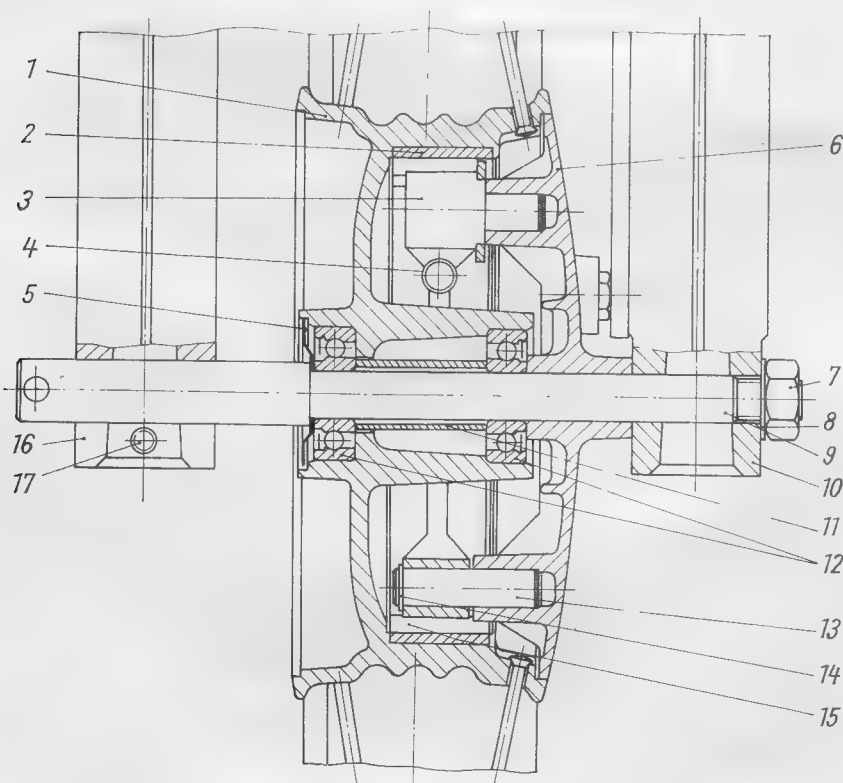

Bild 40. Vorderradnabe (Schnittzeichnung)
Die Ankerbolzen (13) haben Festsitz im Bremsgegenhalter. Die Bremsbacken (15) sind auf dem Ankerbolzen und der Bremshebel (3) im Bremsgegenhalter gelagert (Bild 40).